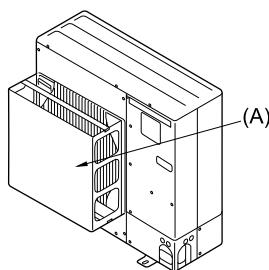
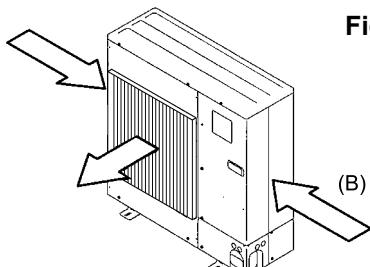

Fig. 2-4
Fig. 2-5
- (2) Installeer een optionele luchtgeleider als het apparaat wordt geïnstalleerd op een plaats waar krachtige windstoten bij storm etc. rechtstreeks de luchtauitlaat kunnen binnendringen. (Fig. 2-4)
- (A) Luchtgeleider
- (3) Plaats het apparaat indien mogelijk zo dat de luchtauitlaat in dezelfde richting blaast als de seizoenswinden. (Fig. 2-5)
- (B) Windrichting